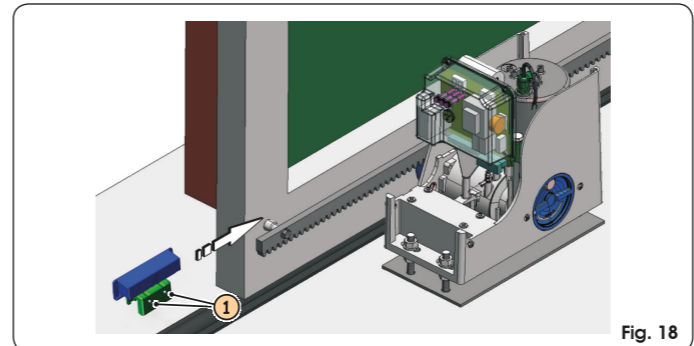

Fig. 18
- Deslice sobre la cremallera, en la dirección del motor, el imán más cercano al operador, véase figura 18. Tan pronto como el diodo correspondiente al final de carrera presente en la tarjeta se apague, haga avanzar el imán otros 10 mm y fíjelo con los tornillos (Fig. 18 ref. 1).